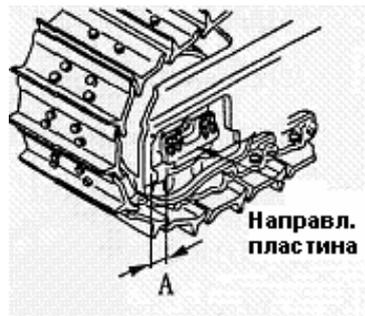

Рис. 5-31
2) Проверить зазор между натяжным колесом и направляющими пластинами (Рис. 5-31)